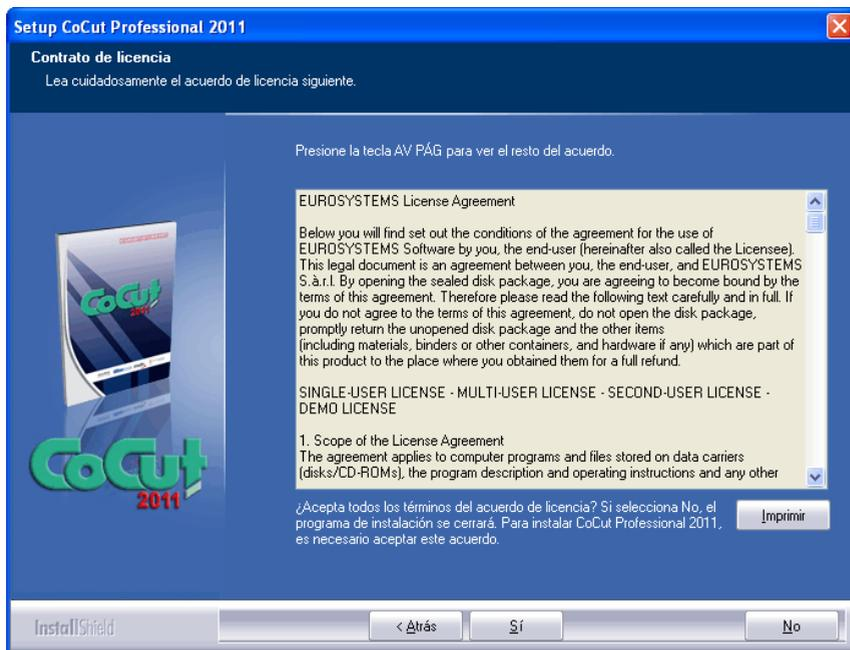

Fig. 2.1-2: Contrato de licencia de Software EUROSYSTEMS
Poner el disco compacto (CD) en la correspondiente unidad de disco. Después de poco tiempo aparecerá una ventana con el título **EUROSYSTEMS Setup**. Seleccionar CoCut Professional 2011 del campo **Producto**. Arrancar la instalación a través del botón **Instalar**. Al confirmar las condiciones del contrato de licencia de EUROSYSTEMS (véase Fig. 2.1-2) se arrancará la instalación.